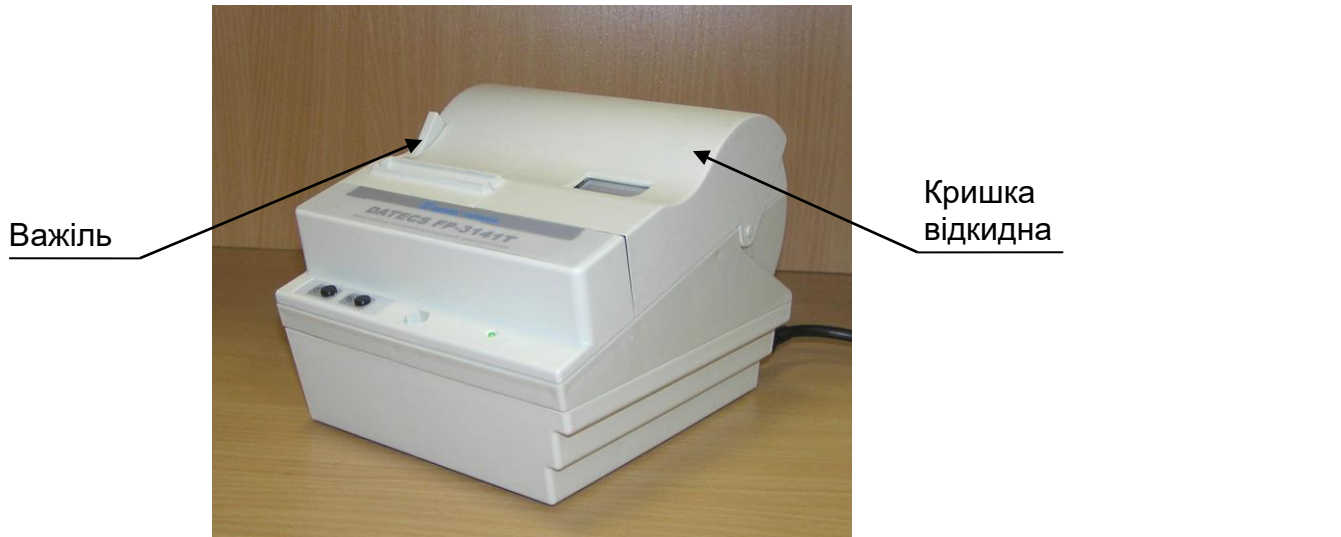

Рисунок 4 - Важіль для відкривання кришки відкидної
- натисніть на важіль (рисунок 4), щоб відкрити кришку відкидну;